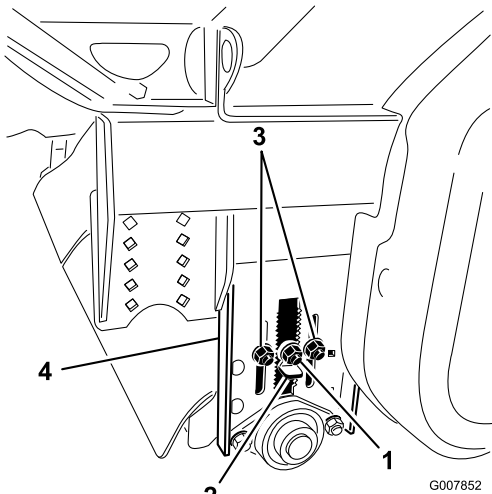

Figura 30
- 1. Prima di livellare il processore core, accertatevi che la spazzola e l'altezza del rullo posteriore siano regolate all'altezza di taglio corretta (Figura 30).